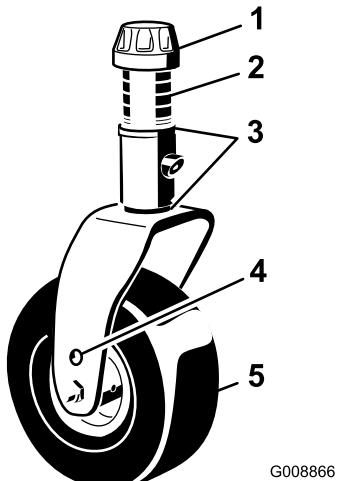
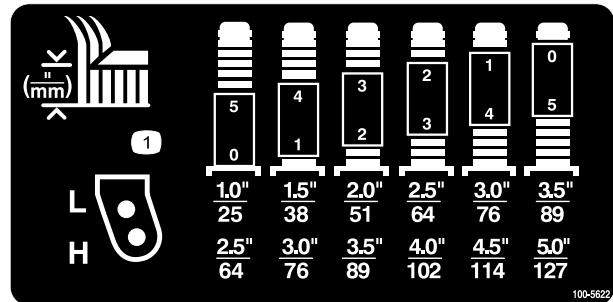

Figure 7
Figure 8
2. Placez les essieux des roues pivotantes dans les mêmes trous sur les deux fourches. Pour choisir les trous corrects pour la hauteur de coupe requise, reportez-vous aux Figure 7 et Figure 8.
3. Enlevez le chapeau de tension de l'axe de pivot (Figure 7) et sortez l'axe du bras pivotant. Replacez les 2 cales (3 mm) sur l'axe de pivot dans leur position d'origine. Elles sont requises pour que les plateaux de coupe soient parfaitement de niveau sur toute la largeur. Placez le nombre requis d'entretoises de 13 mm sur l'axe de pivot pour obtenir la hauteur de coupe voulue, puis ajoutez la rondelle.
Pour déterminer les combinaisons d'entretoises requises pour les différentes hauteurs de coupe, reportez-vous aux Figure 7 et Figure 8.